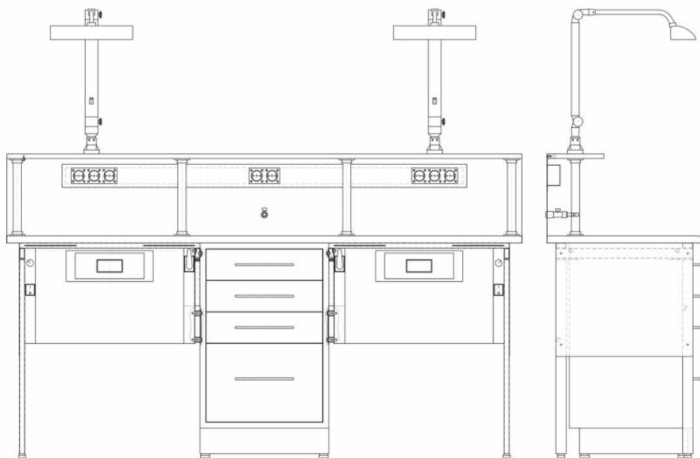

Рисунок 1
4.1 Стол (см. Рисунок 1) представляет собой разборную конструкцию, выполненную из унифицированных элементов (см. комплект поставки). Тумба и стойки имеют регулируемые ножки, при помощи которых компенсируются неровности поверхности пола.